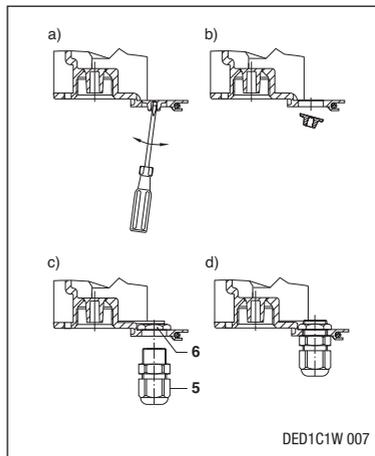

Abb. 2: Vordere Reihe
- Vordere Reihe (Abb. 2): Schraubendreher DIN 5262-B, Größe 0 (ø 3,0 mm)